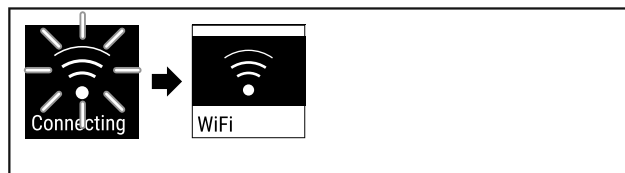

Fig. 85
- ▶ Forbindelsen opprettes (se Fig. 85) .